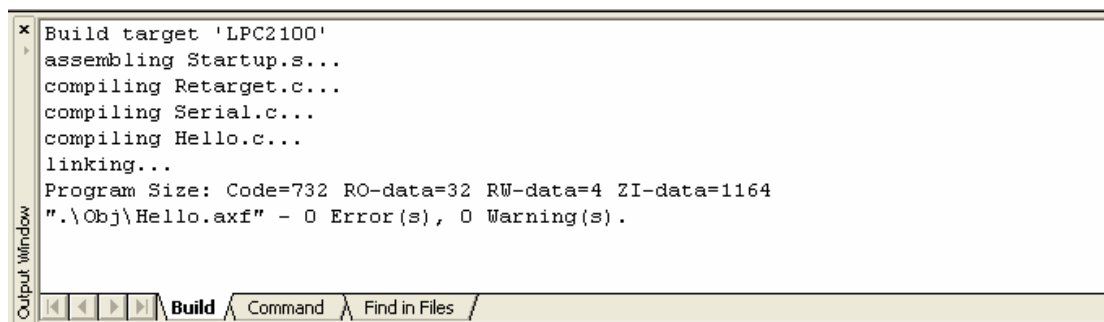

图 2-15 编译链接输出子窗口
- 提供 build 菜单和工具按钮，让用户轻松进行工程的编译、链接。编译、链接信息输出到输出窗口中的 Build 标签窗中，如图 2-15 所示，编译链接出现的错误，通过鼠标左键双击错误信息提示行来定位相应的源文件行。